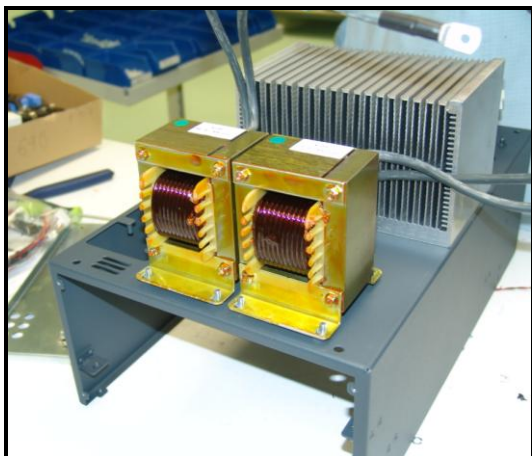

Figura 7.2.18
- 4) Extraer la parte superior del chasis y ponerla boca abajo. (ver figura 7.2.18)